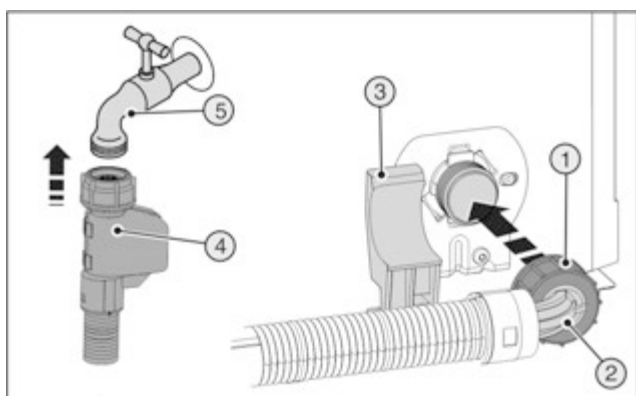

Fig. 22
- ▶ Приєднайте прямий кінець шланга Fig. 22 (4) до запірного крану Fig. 22 (5).